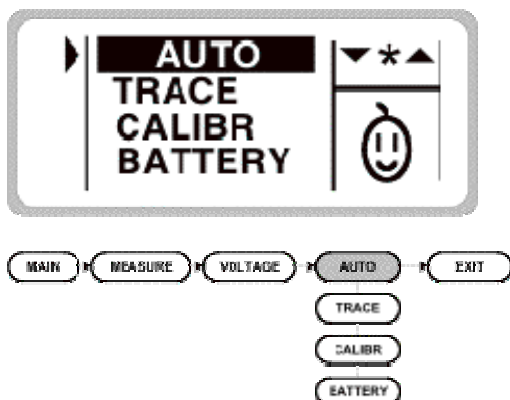

Рис.14
Выберите пункт меню **AUTO** (автоматический), для измерения постоянного (DC) напряжения от 100µV до 800mV (или до 8V при расширении диапазона переключателем). Для измерения напряжения в других режимах, настройте прибор в меню **VOLTAGE** (напряжение), как показано на Рис.14.